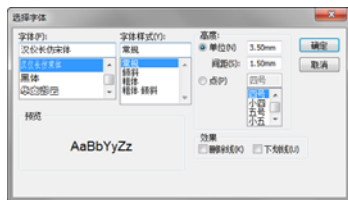

图 2-27 [选择字体]对话框
5. 如果要选择字体的样式及大小，取消[使用文件字体]复选框，然后单击[字体]按钮打开[选择字体]对话框，如图 2-27 所示，在其中指定字体的样式和大小，单击[确定]按钮关闭该对话框。